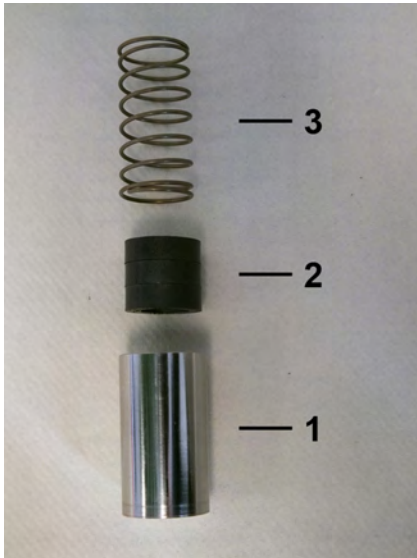

Abb. 48: Feder, Magnete und Schwebekörper
- 12.** ▶ Feder (Abb. 48/3), Magnete (Abb. 48/2) und Schwebekörper (Abb. 48/1) als Innenteile des Strömungswächters